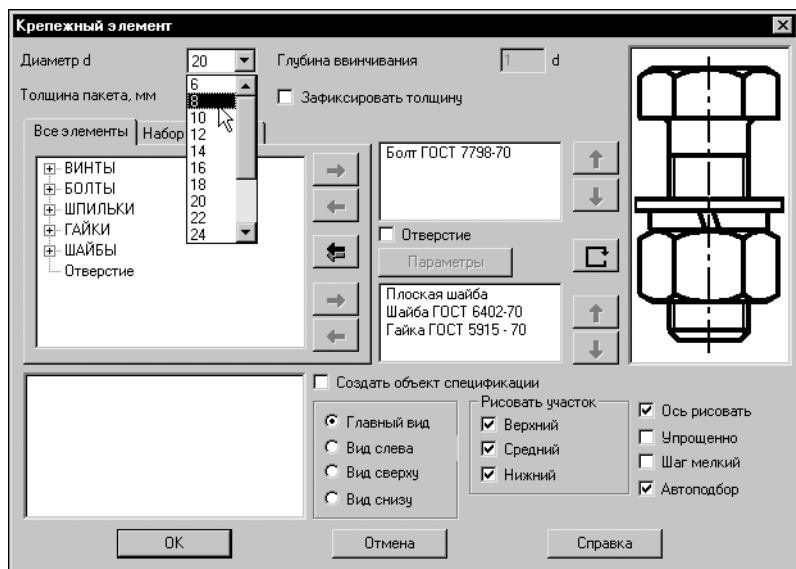

Рис. 44.15. Задание параметров крепежного элемента
11. В диалоге **Крепежный элемент** выберите из раскрывающегося списка номинальный диаметр элементов набора 8 мм и нажмите кнопку **OK** (рис. 44.15).